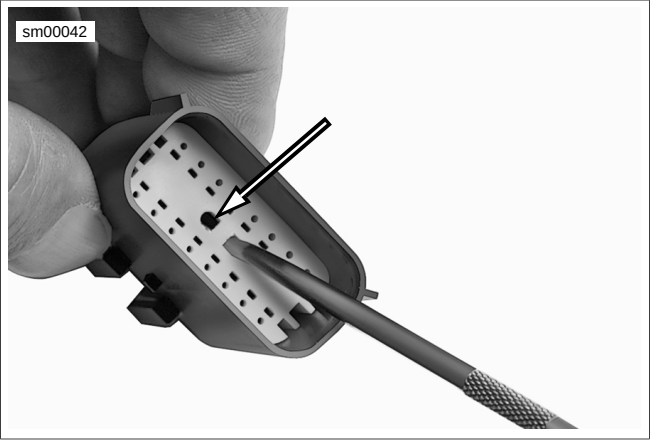

Figura A-35. Conector Molex: Agujeros “D” del bloqueo secundario (conector macho)
- b. **Conector macho:** Vea Figura A-35. Use alicates de punta de aguja para enganchar los agujeros “D” en el centro del bloqueo secundario.